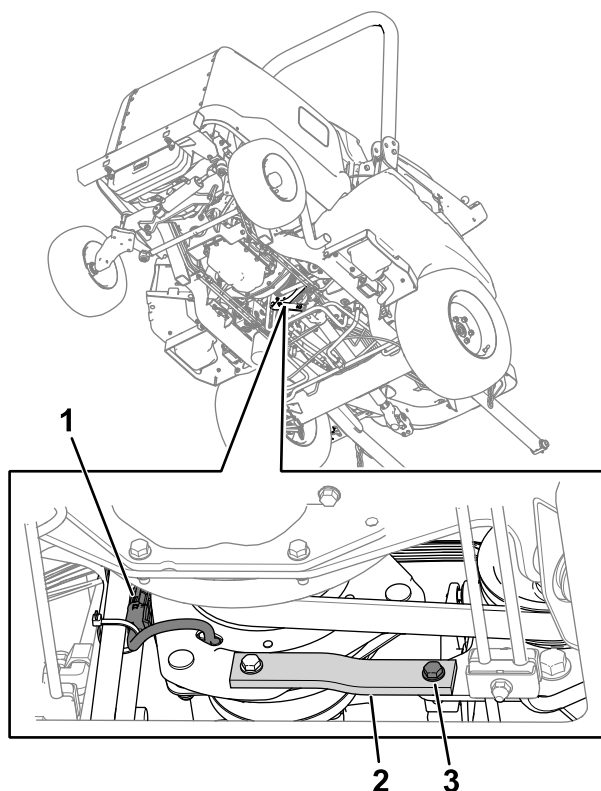

Рисунок 79
2. Отсоедините разъем жгута проводов сцепления от жгута проводов машины (Рисунок 79).
3. Удалите болт, шайбу и гайку с резиновой ленты (**Рисунок 79**) на раме.